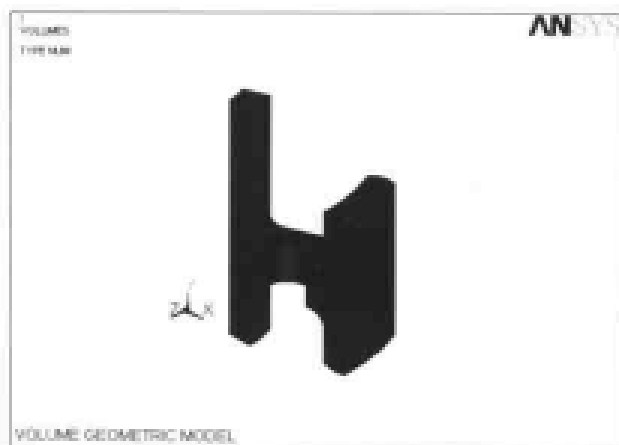

图 10-91 生成的几何模型结果显示
(33) 选择 Main Menu | Preprocessor | Modeling | Operate | Booleans | Subtract | Volumes 命令, 出现 Subtract Volumes 菜单, 在文本框中输入 1, 单击 Apply 按钮, 在文本框中输入 2, 单击 OK 按钮关闭该菜单。
(34) 选择 Utility Menu | File | Change Title 命令, 出现 Change Title 对话框, 在文本框中输入 VOLUME GEOMETRIC MODEL, 单击 OK 按钮关闭该对话框。
(35) 选择 Utility Menu | Plot | Volumes 命令, ANSYS 显示窗口将显示生成的几何模型, 如图 10-91 所示。